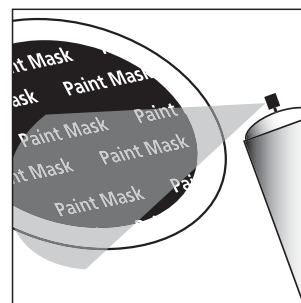

Figura 7—Enmascare los excitadores y los baffles y luego pinte al aerosol en capas delgadas.
1. Aplique pintura a las partes expuestas (que no tienen máscara). Póngales dos o más capas delgadas de pintura. Se recomienda pintar al aerosol (figura 7).